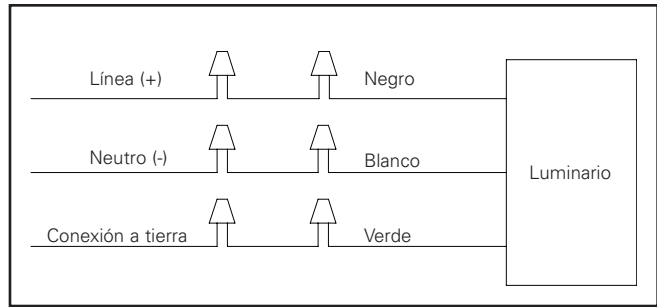

Figura 10.
9. Conecte los terminales del luminario a los terminales dentro del brazo de montaje en poste mediante las tuercas para cables incluidas (Figura 10):
10. Conecte los terminales del montaje en poste dentro del poste a los cables de suministro (Figura 10):